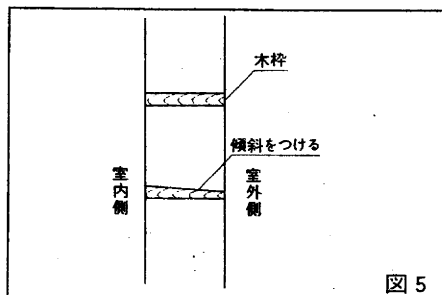

図5
- 木枠の室外側外部を(図5)のように傾斜させておくと雨水の浸入を防ぎます。
- 木枠の室外側外部を（図5）のように傾斜させておくと雨水の浸入を防ぎます。